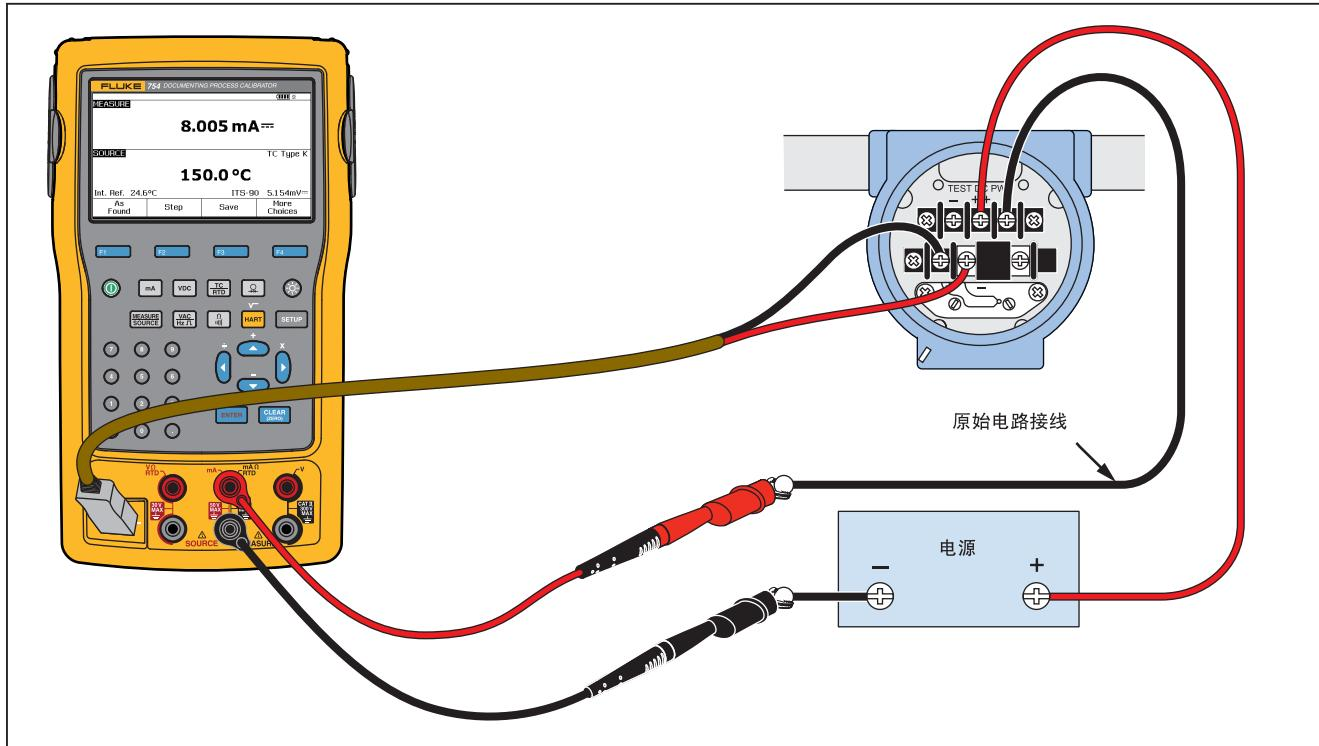

图 30. 校准热电偶温度变送器
1. 将测试线连接到被测仪器，如图 30 所示。该连接可模拟热电偶并测量对应的输出电流。